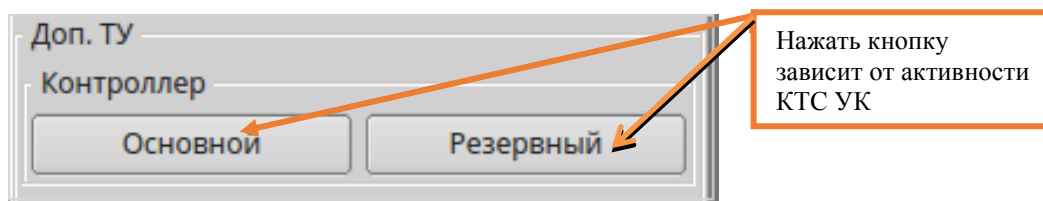

Рисунок 2. Выбор активности КТС УК.
7.1.4 В открывшейся панели, в разделе «Контроллер» выбрать кнопку соответствующего комплекта КТС УК (Рисунок 2).